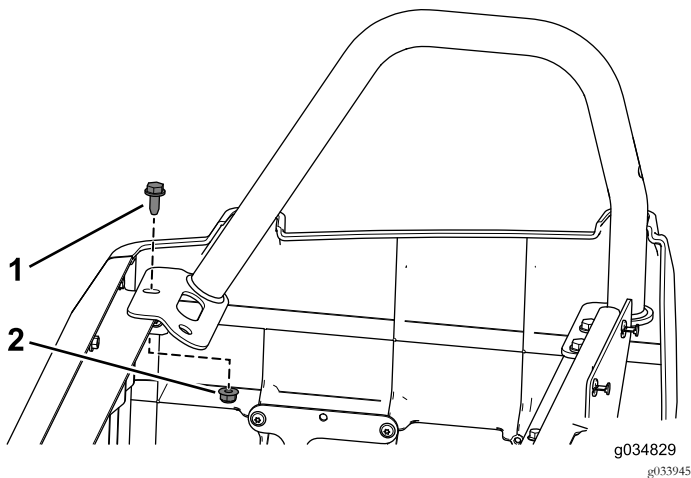

Bild 50
- Befestigen Sie den rechten hinteren Hüftgurt mit dem vorher entfernten Bundbolzen (3/16" x 3/4") am hinteren Sitzunterteil (Bild 50).